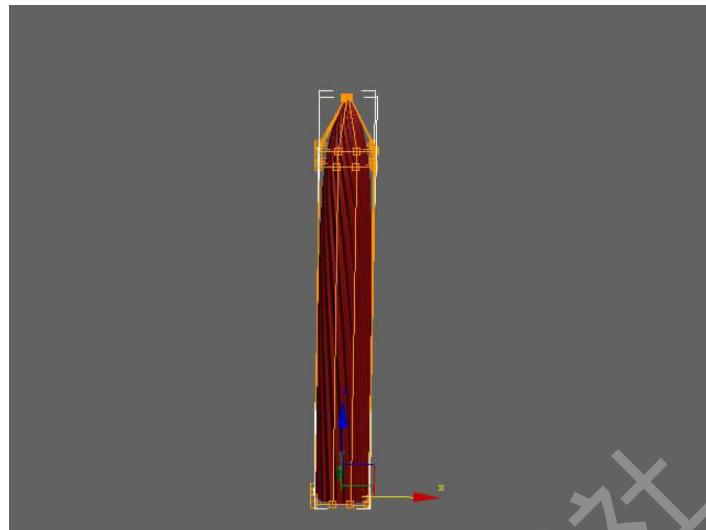

图 2-65 编辑控制点
Step 9. 使用缩放工具对 FFD 修改器的控制点进行缩放，调节成为蜡烛的形状，如图 2-65 所示。